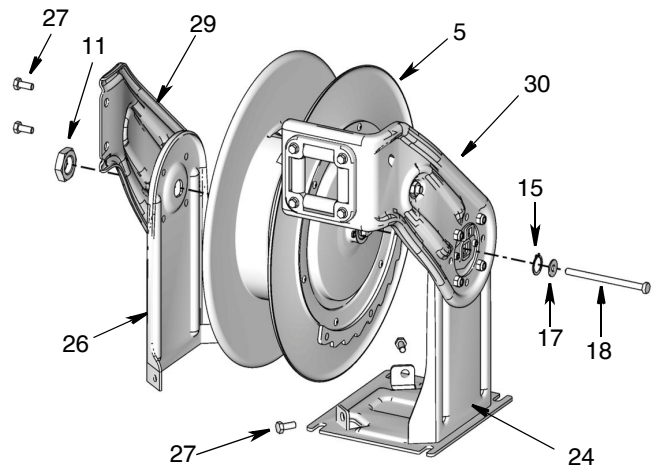
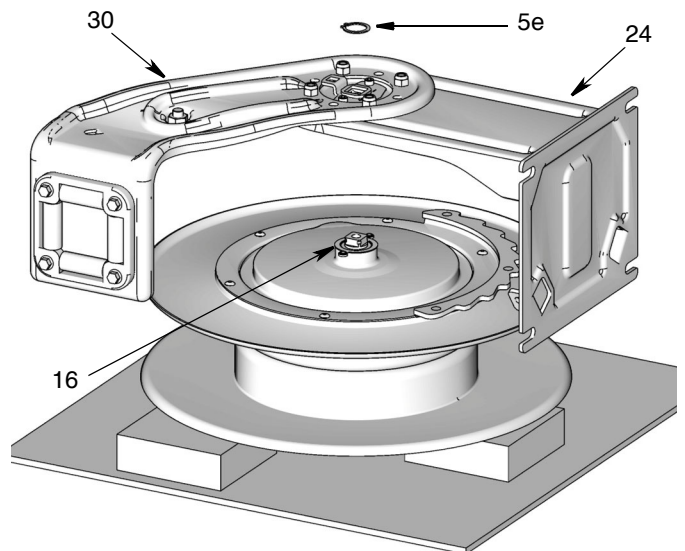

Рис. 16
Рис. 17
5. Снимите большую гайку (11) (Рис. 16).
6. Снимите два винта (27), соединяющих опору (26) с основанием (24), и два винта (27), соединяющих рычаг с направляющей (29) и рычаг с направляющей (30) (Рис. 16).
7. Полностью снимите рычаг с направляющей и опору (26/29) и отложите их, чтобы повторно установить на новую катушку (Рис. 16). Не разбирайте эти детали.
- Положите шланговый барабан на бок так, чтобы можно было легко добраться до рычага с направляющей и опоры (24/30). Снимите длинный болт (18) и шайбы (15/17) (Рис. 16 и Рис. 17).
- Снимите упорное кольцо (5е) (Рис. 17).
- Положите новую катушку (5) на бок на производственном стенде. Убедитесь в том, что плоская сторона катушки лежит на столе, а сторона храповика обращена вверх, как показано на Рис. 17.
- ПРИМЕЧАНИЕ.** Для того чтобы облегчить процесс установки рычага с направляющей и опоры, катушку следует подпереть и закрепить. Размещение под катушкой нескольких деревянных блоков толщиной в 2,5 см (1"), как показано на Рис. 17 (стр. 21), поможет закрепить катушку при установке рычага.
- Установите шайбы (15/17) и длинный болт (18), но НЕ затягивайте болт.
- Установите большую гайку (11) (Рис. 16, стр. 21). Затяните гайку на 378–467 Н.м. (85–105 футофунтов).
- Затяните болт (18).
- Выровняйте рычаг с направляющей (29) и рычаг с направляющей (30). Установите винты (27). Затяните и закрутите винты на 89–133 Н.м (20–30 футофунтов).
- Выровняйте узел опоры (26) относительно основания (24). Установите 2 винта (27). Затяните и закрутите винты на 89–133 Н.м (20–30 футофунтов).